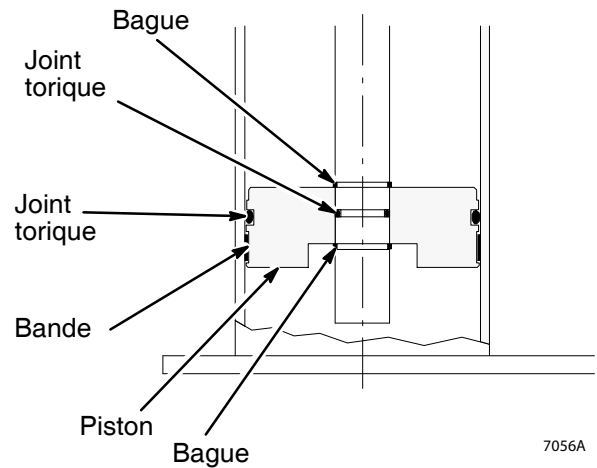

Fig. 22
3. Entre les deux interrupteurs de fin de course (305), repérez l'interrupteur défectueux. Voir la figure 22.
4. Déconnectez le câblage (301) de l'interrupteur de fin de course à sa source d'alimentation. Pour référence, utilisez le schéma de câblage illustré à la Fig. 22.
6. Mesurez la distance entre le support de montage (306) et le diamètre extérieur du rouleau de l'interrupteur de fin de course pour vous assurer que le nouveau rouleau est installé dans la même position.
7. Retirez les trois vis d'assemblage (302), les rondelles de blocage (303), les rondelles plates (304) et l'interrupteur de fin de course (305) du support de limite (306). Voir la figure 22.
8. Installez le nouveau commutateur de limite (305) sur le support de limite (306) à l'aide des trois vis d'assemblage (302), des rondelles de blocage (303) et des rondelles plates (304). Voir la fig. 22.
9. Reconnectez le câblage (301) de l'interrupteur de fin de course à sa source d'alimentation. Pour référence, utilisez le schéma de câblage illustré à la Fig. 22.
10. Assurez-vous que le rouleau de l'interrupteur de fin de course est positionné au même endroit, comme indiqué à l'étape 6. Voir la figure 22.